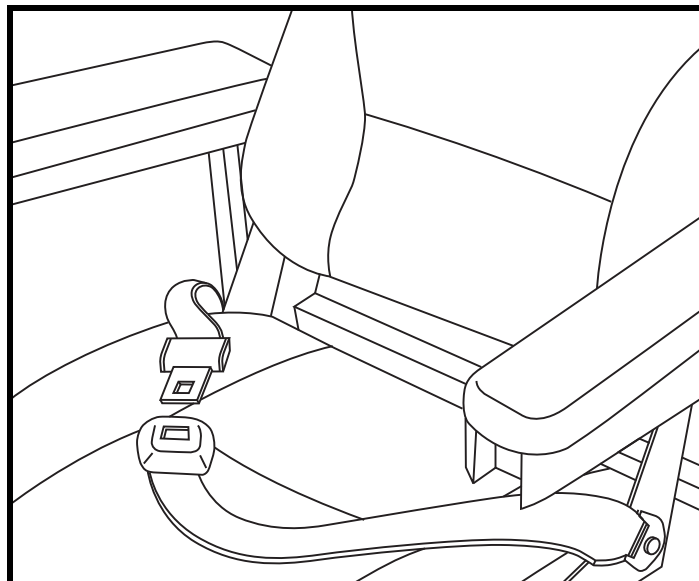

Figure 16. Ceinture de positionnement
Votre fauteuil motorisé peut être équipé d'un ceinture de positionnement réglable pour un meilleur confort. **Voir la figure 16.** La ceinture de positionnement, réglable, a été conçue pour soutenir et empêcher tout glissement vers le bas ou vers l'avant une fois assis. La ceinture de positionnement n'a pas été conçue pour être utilisée comme ceinture de sécurité.
1. Prenez place sur le siège, insérez la patte métallique d'un côté dans le boîtier de la boucle du côté opposé jusqu'à ce que le «clic» se fasse entendre. **Voir la figure 16.**